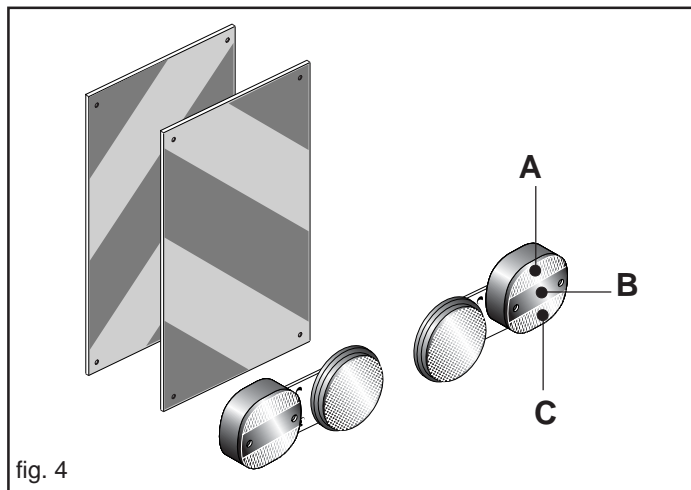

fig. 4
- 35) Lorsque les encombrements constitués par des équipements conduits ou semiconduits cachent la visibilité des dispositifs de signalisation et d'éclairage du tracteur, ceux-ci doivent être reproduits de façon adéquate sur les équipements, en respectant les normes du code de la route du pays en question. S'assurer que l'installation des phares fonctionne parfaitement lors de l'utilisation. On rappelle en outre que la séquence de signalisation correcte des feux prévus (Fig. 4):